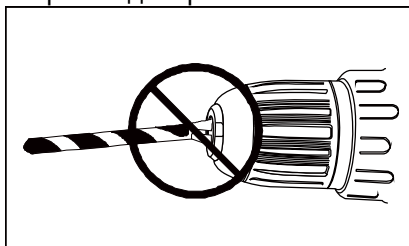

рис.9
**Внимание:** Никогда не закрепляйте оснастку как показано на рисунке (Рис.9). Оснастка должна быть зафиксирована ровно и всеми губками патрона одновременно.